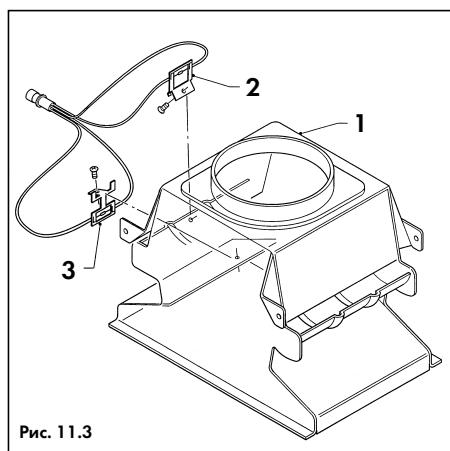

Рис. 11.3
Для регистрации выхода продуктов горения в помещение на предохранителе тяги аппарата располагаются два температурных датчика (2 и 3, рис. 11.3).
- Приподнять соединительный участок дымохода, вытащить его из патрубка предохранителя тяги аппарата (1, рис. 11.3) и вставить в образовавшуюся щель какой-либо подходящий для этой цели предмет, позволяющий полностью перекрыть сечение дымохода;